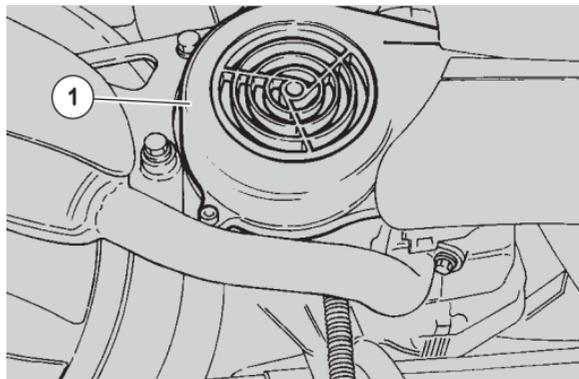

Abb. 44
- ◆ Die Kreuzscheibe (1-Abb. 44), die sich auf der Frischölschmierungspumpe befindet, abschrauben, auf das Austreten von Öl aus der Öffnung warten.
- ◆ Wenn im Öl keine Luftblasen mehr vorhanden sein werden, die Schraube wieder zudrehen (1-Abb. 44).